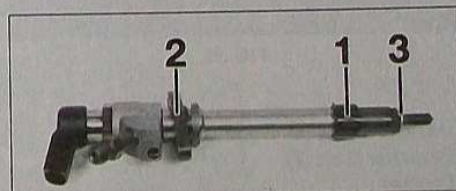

FIG.31
- Enfoncer le joint neuf (1) directement sur la culasse (Fig.31).
- Veiller à la présence du joint neuf (3) sur les injecteurs avant le remontage.
- Serrer les brides (2) au couple prescrit en équilibrant le serrage de chaque côté de manière à garder la bride droite.